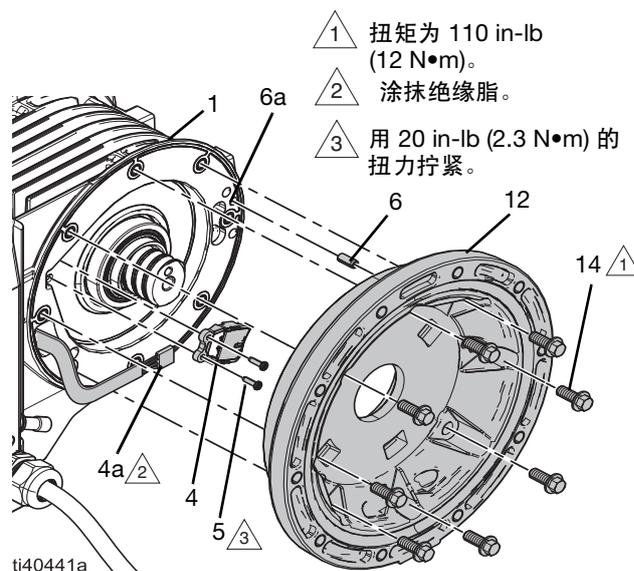

图 17：马达传感器
2. 小心安装传感器侧定子盖 (12)：
- a. 将密封件 (11) 安装到定子盖 (12) 中。
- b. 将定子盖 (12) 中的销 (6) 与定子外壳 (1) 上的销孔 (6a) 对齐，然后轻轻插入定子盖 (12)。确保定子帽正确安装到位。参考图 17。
参考图 17 和图 19。